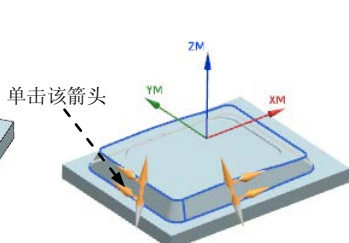

图 6.20 定义切削方向
Step3. 在“流线驱动方法”对话框中切削方向区域单击按钮，然后单击图 6.20 所示的箭头调整切削方向。